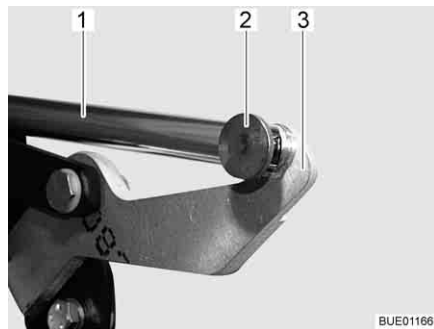

Fig. 80 Accionamiento
- Desmontar la unión (p. ej. la clavija hendida y el perno) (Fig. 80,2) entre la biela (Fig. 80,1) y la palanca (Fig. 80,3).